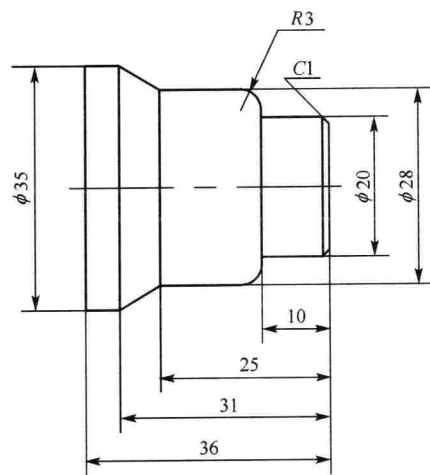

图 1-15 外形切削 (二)
- 2) 图 1-15 编程时采用 G01 指令完成倒角 (45°)、倒圆 ($1/4$ 圆)。